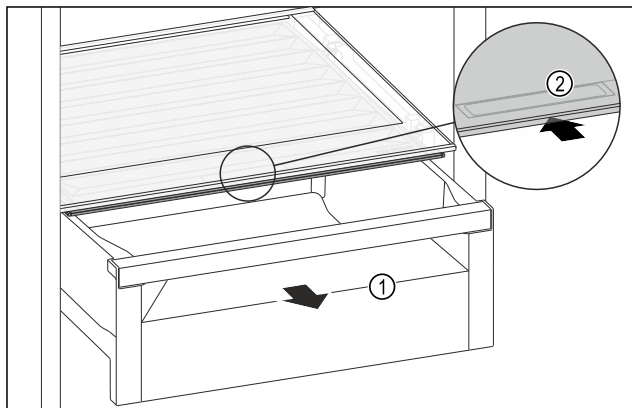

Fig. 124
- Izvlecite predal Fig. 124 (1).
- Primete prijemalno vdolbino Fig. 124 (2) na pokrovu predala in pokrov predala istočasno potisnite nazaj.